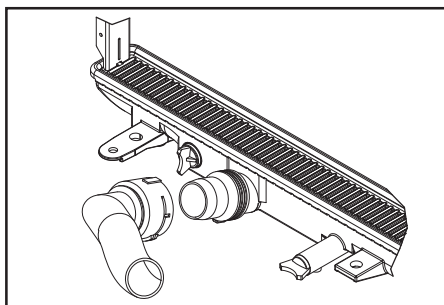

figura 2
- **Manguera del radiador:** Cuando reemplace los ensamblajes de mangueras que utilizan un bloqueo de manguera, se recomienda reemplazar el ensamblaje de manguera, ya que el desgaste de la manguera original puede debilitar la manguera original. Esto puede ocasionar la pérdida de líquido y el daño posterior del motor si se reutiliza. (Ver figura 2)